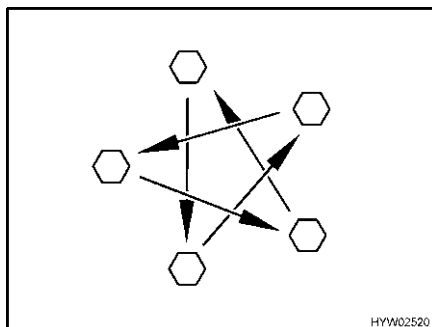

Fig. 245 Serrare a croce i dadi o i bulloni delle ruote
- Controllare regolarmente il serraggio dei dadi o dei bulloni. Regolare a croce (Fig. 245) il serraggio dei dadi o dei bulloni di una ruota sostituita dopo circa 50 km.
- ▷ Serrare a croce i dadi o i bulloni delle ruote (Fig. 245). Coppia di serraggio vedi paragrafo 13.5.2.